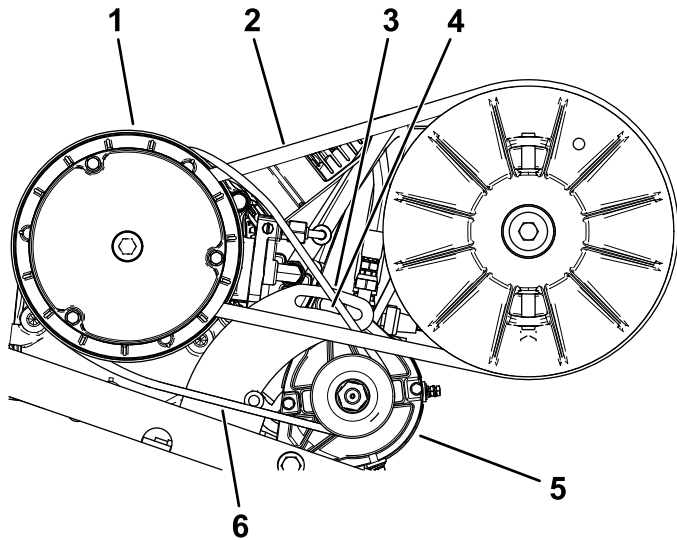

図 67
2. スタータジェネレータのピボットナットをゆるめる 図 67。
4. バールを下に押ししてスタータを下げる。ベルトを $44.5 \text{ N}\cdot\text{m} / 4.5 \text{ kg}\cdot\text{m} = 10 \text{ ft}\cdot\text{lb}$ の力で押した時のたわみが 6 mm になるようにスタータの位置を調整する 図 67。
5. ピボットナットを手締めし、バールを取り外す 図 67。